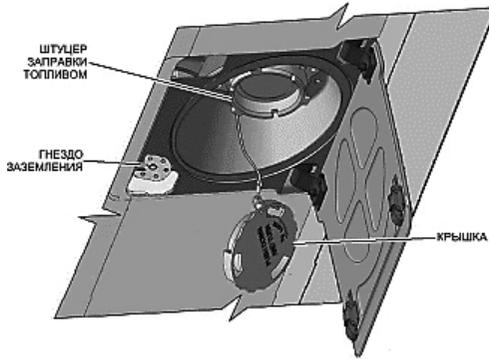

Рис. 13. Штуцер заправки топливом.
4. Снимите крышку со штуцера заправки топливом (рис. 13).